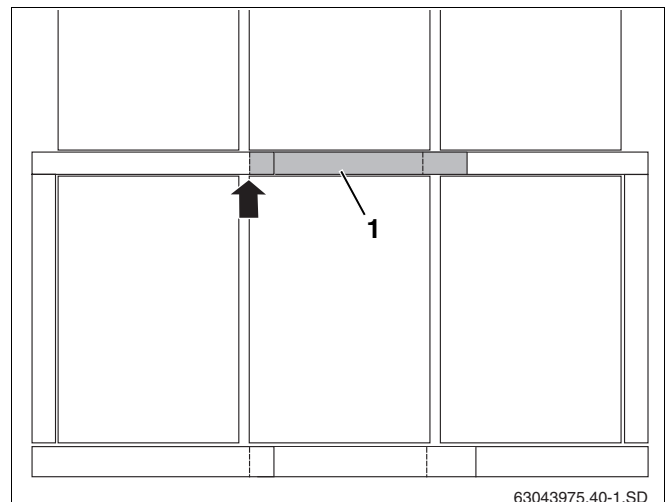

Fig. 51 Colocación de las chapas protectoras centrales
En caso de montar más de dos colectores son necesarias chapas protectoras centrales (fig. 51, **pos. 1**) entre las filas de colectores. Éstas deben montarse al mismo nivel que el colector por la parte izquierda (flecha).